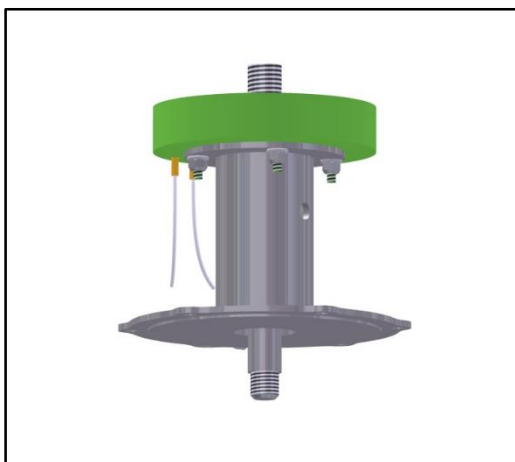
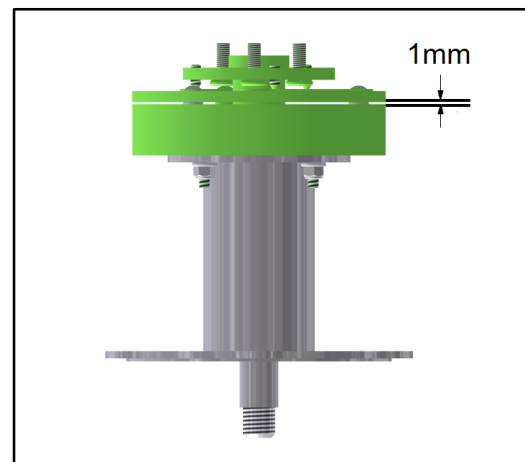

Figura 21: posicionamento correto para parafusar a bobina.
Figura 22: distância correta entre o conjunto de freio e a bobina.
- Parafuse a bobina de freio ao mancal, observando que os fios devem estar posicionados do lado oposto ao furo de trava do eixo e ao furo de dreno (figura 21). Trave o eixo com o auxílio de uma barra redonda e rosqueie o conjunto base/disco de freio, de modo que ele fique com aproximadamente 1mm de distância da bobina (figura 22). Caso a distância de 1mm não seja alcançada, verificar a regulagem no capítulo 3 deste manual.